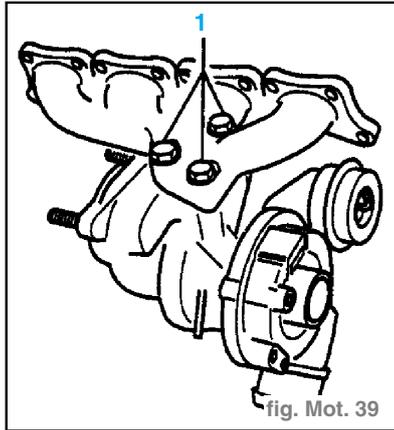

fig. Mot. 39
- Dévisser les trois vis de fixation -1- du turbocompresseur sur le collecteur d'échappement. (fig. Mot. 39)